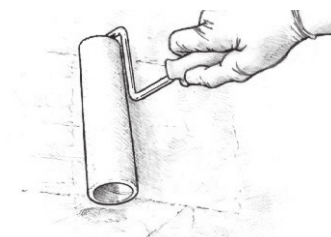

Figure 30 Rouler doucement et aléatoirement sur une petite zone. Étalez l'époxyde en film fin et uniforme.
4. Roulez doucement et aléatoirement sur une zone d'environ 2'x2' pour étaler l'époxyde uniformément sur la zone (Figure 30).